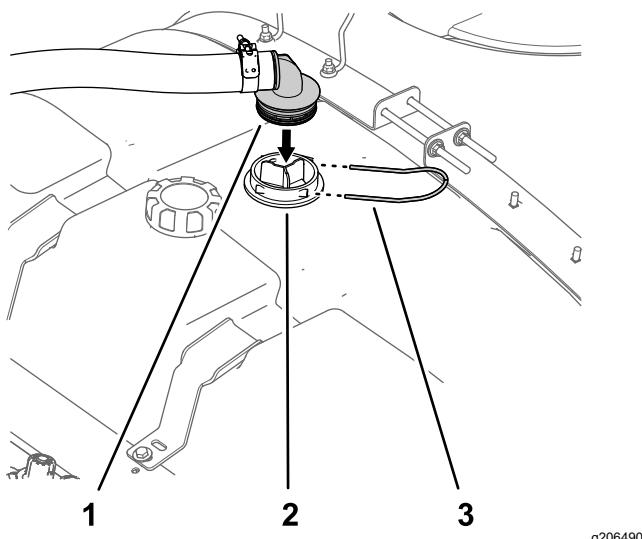

Figura 18
1. Alinhe a união estriada de 90° do tubo de fornecimento com a caixa do filtro de sucção (Figura 18).
2. Prenda a união estriada de 90° na caixa (Figura 18) com a forquilha de retenção que retirou no passo 1 de Remoção do depósito de lavagem (página 6).